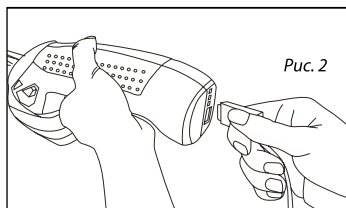

Рис. 2
1. Вставьте кабель в разъем устройства и подключите его к адаптеру питания*. Адаптер питания вставьте в розетку. (Рис. 2)